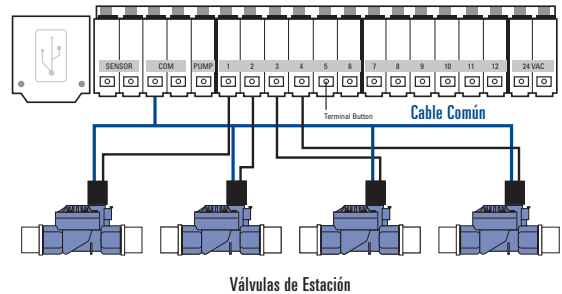

Figura 5: Cómo conectar el cable del aspersor
- Conecte un cable de cada válvula (no importa qué cable) a un cable del aspersor "común". Generalmente es blanco. (Vea la Figura 5)
- Determine qué válvula quiere conectar en cada estación. Con un destornillador Phillips, presione el botón de cada terminal para insertar cada cable del aspersor, excluyendo el cable “común”, en una terminal de estación individual (de color gris); inserte completamente el cable pelado en la terminal debajo de cada número. (Vea la Figura 5)